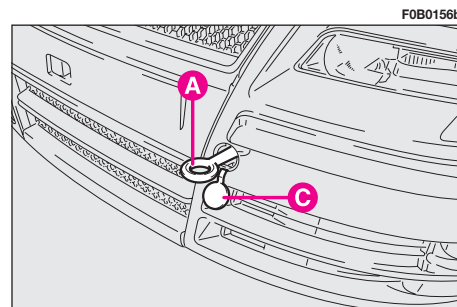
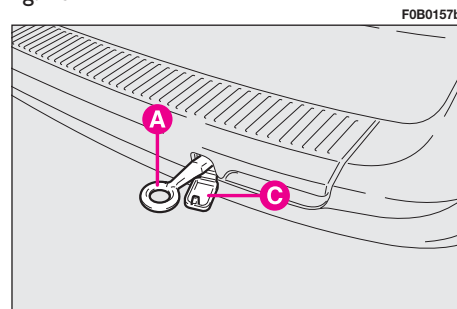

fig. 43
fig. 44
- enlever le couvercle **C** monté à pression sur le pare-chocs avant fig. 43 ou arrière fig. 44;